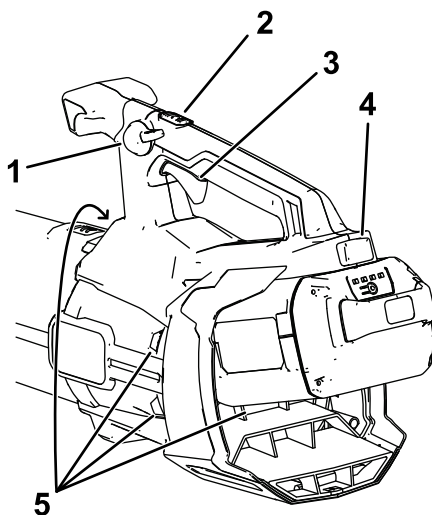

Bild 9
2. Fluchten Sie das Loch im Akkupack mit der Zunge im Griffgehäuse aus (Bild 9).
4. Drücken Sie den Auslöser für variable Geschwindigkeit, um den Laubbläser anzulassen (Bild 9).
Hinweis: Aktivieren Sie die Geschwindigkeitssperre, damit die Maschine läuft, ohne dass Sie den Auslöser für die variable Geschwindigkeit drücken müssen (Bild 9).
Stellen Sie mit dem Auslöser für die variable Gebläsestärke die Luftgeschwindigkeit ein (Bild 9).
Aktivieren Sie die Geschwindigkeitssperre, um die aktuelle Gebläsestärke beizubehalten (Bild 9).
Um die maximale Leistung zu erreichen, drücken Sie den Geschwindigkeitsschalter und dann die Turbo-Boost-Taste, um den Boost einzuschalten (Bild 9).
Deaktivieren Sie die Geschwindigkeitssperre (falls verwendet) und lassen Sie den Auslöser für die variable Geschwindigkeit los, um den Laubbläser abzustellen (Bild 9).